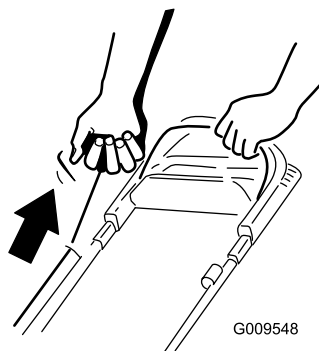

Figure 17
2. Tirez sur la poignée du lanceur (Figure 17).
**Remarque:** Tirez la poignée du lanceur lentement jusqu'à ce que vous sentiez une résistance, puis tirez vigoureusement (Figure 17). Laissez le lanceur se rétracter lentement jusqu'à la poignée.